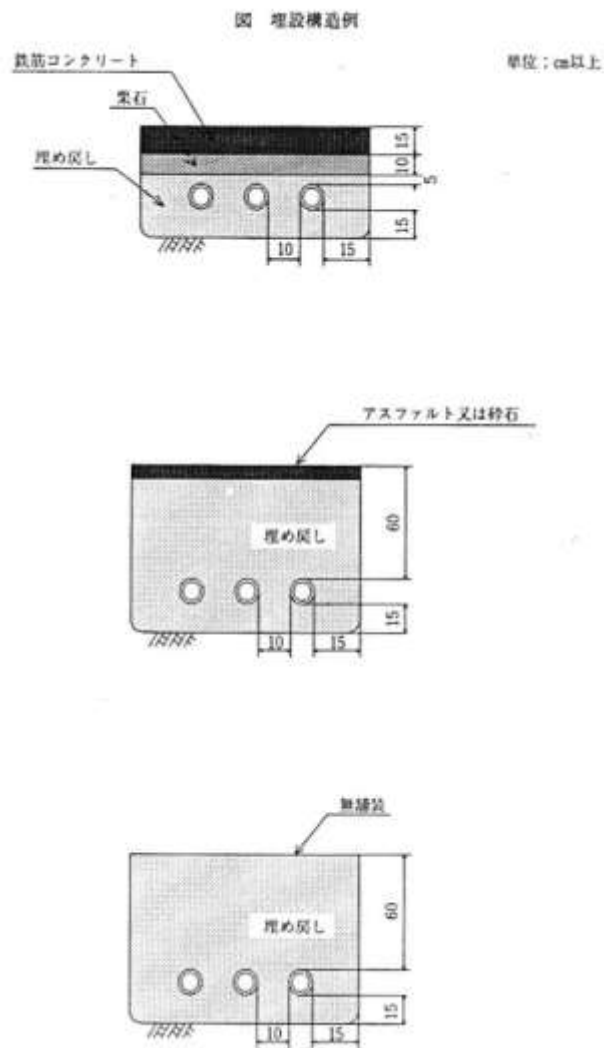

図2 埋設構造例
- (1) 強化プラスチック製配管の埋設深さ（地盤面から配管の上面までの深さをいう。）は、次のいずれかによること。（図2参照）
- (2) 強化プラスチック製配管の埋設の施工は次によること。